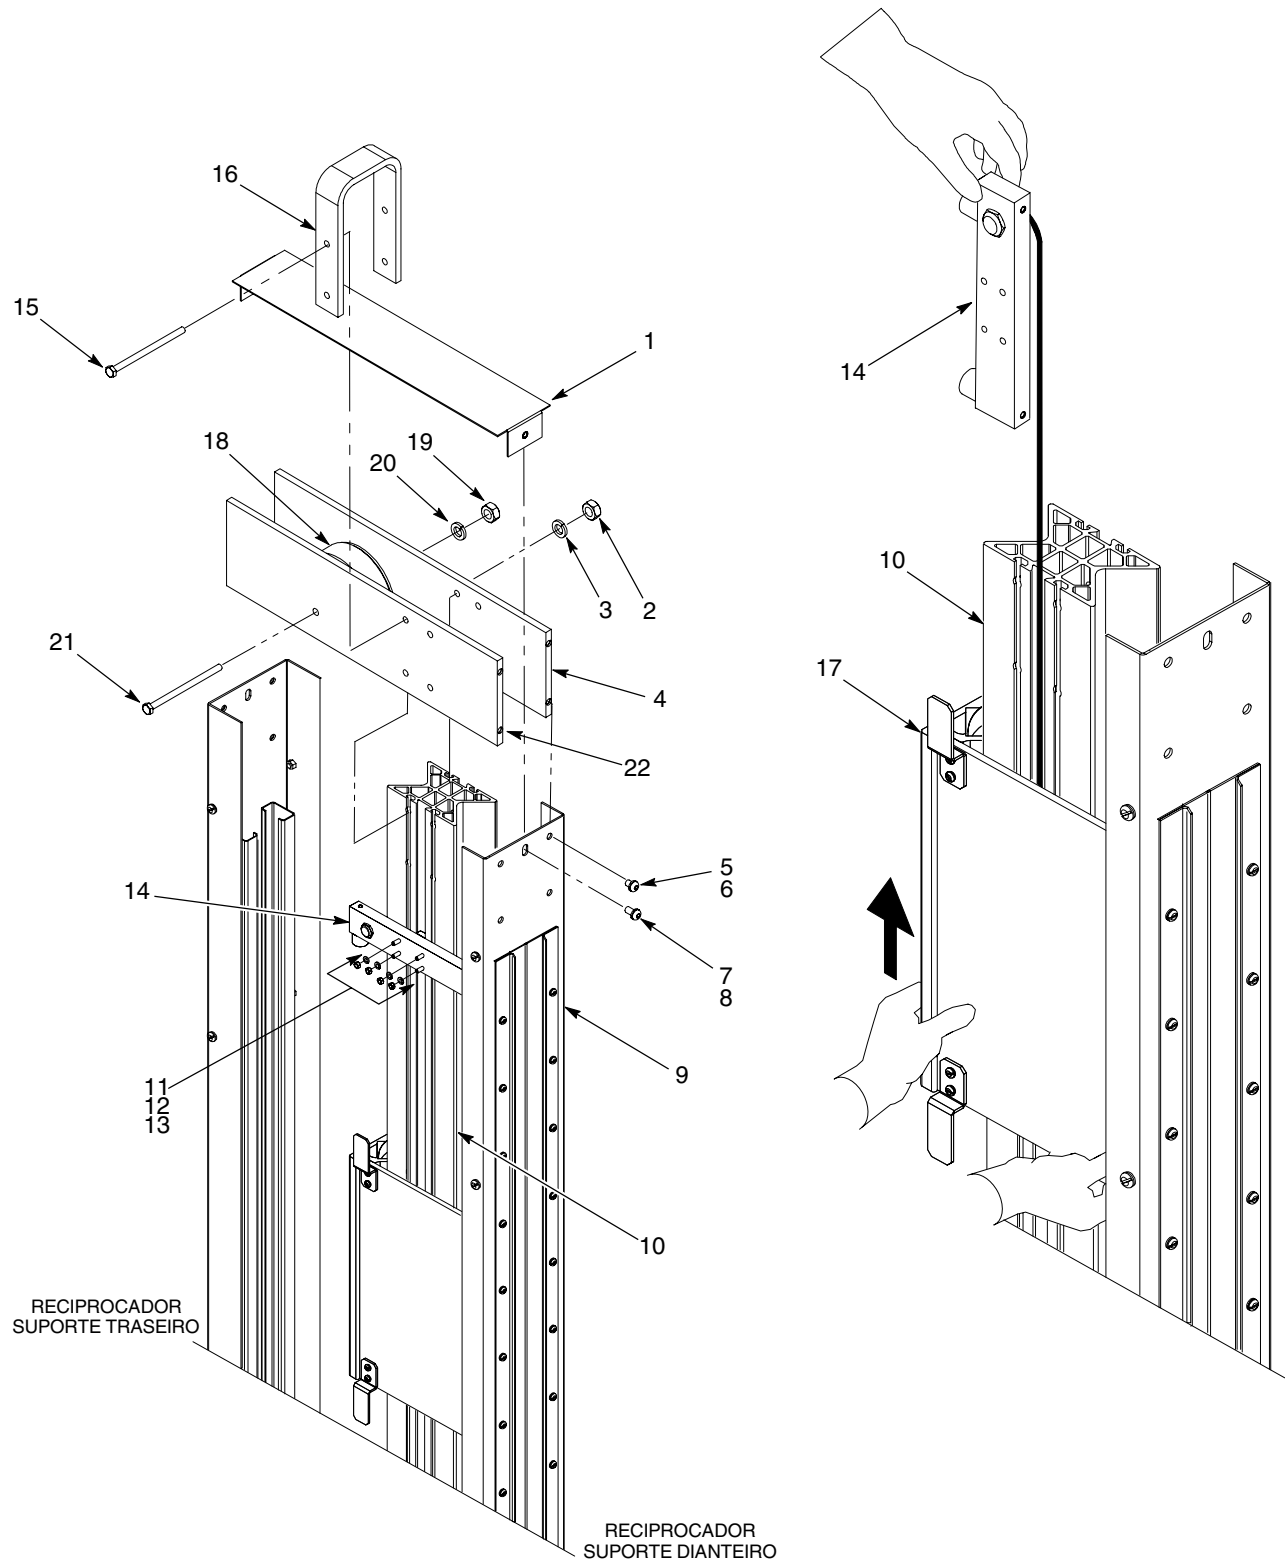

Figura 17 Montagem do conjunto de carro das pistolas
1. Consulte a figura 17. Segure no conjunto de batente superior (14) como ilustrado. Deslize cuidadosamente o carro das pistolas (17) por cima do conjunto de batente até ele entrar em contacto com o conjunto de batente inferior.
2. Monte o conjunto de batente superior (14):
- a. Insira os parafusos de T (13) na parte traseira do conjunto de batente superior.
- b. Posicione o conjunto de batente superior na calha do carro das pistolas (10) na marca que tinha sido feita antes de o retirar.
- c. Insira os parafusos de T (13) na calha do carro das pistolas (10). Monte as anilhas de segurança (12) e as porcas (11) nos parafusos de T. Aperte bem as porcas.
3. Monte as placas laterais (4, 22) na calha do carro das pistolas (10) usando os dois parafusos (15), as anilhas de segurança (3) e as porcas (2). Aperte os parafusos apenas à mão.
4. Monte a alça de elevação em U (16) nas placas laterais (4, 22) usando os outros dois parafusos (15), as anilhas de segurança e as porca (2). Aperte os parafusos apenas à mão.
5. Monte o conjunto de polia superior (18) entre as placas laterais (4, 22) usando o parafusos (21), a anilha de segurança (20) e a porca (19). Aperte bem o parafuso.
6. Aperte todos os parafusos (15), anilhas de segurança (3) e porcas (2) que fixam as placas laterais (22, 4) à calha do carro das pistolas (10).
7. Fixe as placas laterais (4, 22) ao suporte dianteiro e ao traseiro do reciprocador usando os parafusos (5) e as anilhas de segurança (6). Aperte bem os parafusos.